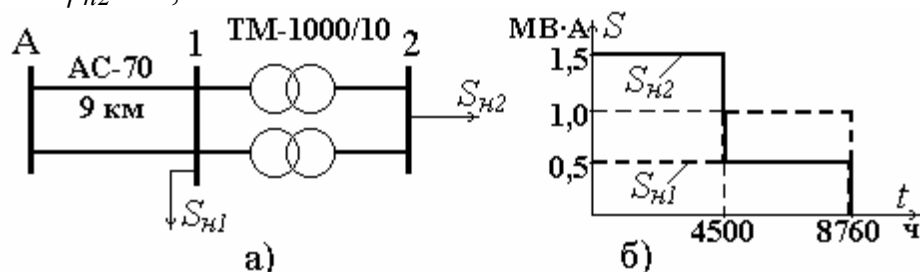

Рис. 63
**Задача 41.** Потребители, расположенные в пунктах 1 и 2, получают электроэнергию по сети 10 кВ, изображенной на рис. 63, а. Графики нагрузки по-
требителей даны на рис. 63, б. *Определить* отношение потерь электроэнергии к переданной потребителям энергии, если известно, что в режиме минимальных нагрузок один из трансформаторов отключают. Коэффициент мощности  $\cos \varphi_{H1} = \cos \varphi_{H2} = 0,86$ .
**Задача 42.** Для сети, изображенной на рис. 63, а, *определить* потери энергии и полученную потребителями за год электроэнергию, если известно, что в режиме максимальных нагрузок  $S_{H2} = 900$  кВ·А при  $\cos \varphi_2 = 0,95$ ,  $S_{H1} = 750$  кВ·А при  $\cos \varphi_1 = 0,85$ . Время использования наибольшей нагрузки составляет:  $T_{H2} = 5600$  ч,  $T_{H1} = 3800$  ч.